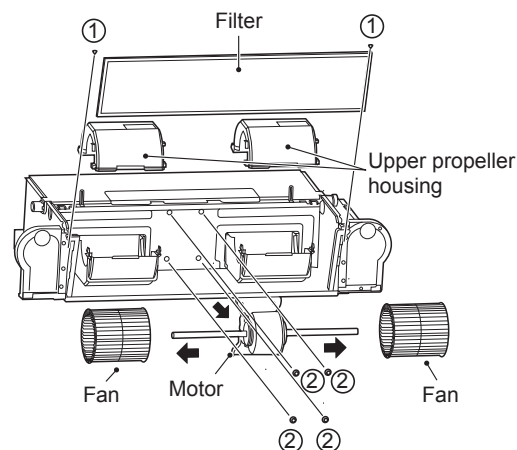

Figura 4-5 Desmontaje del filtro, la voluta superior y los tornillos del motor
- Como se muestra en la Figura 4-5, quite los tornillos ① \*2 para poder sacar el filtro. A continuación, desmonte la voluta superior.